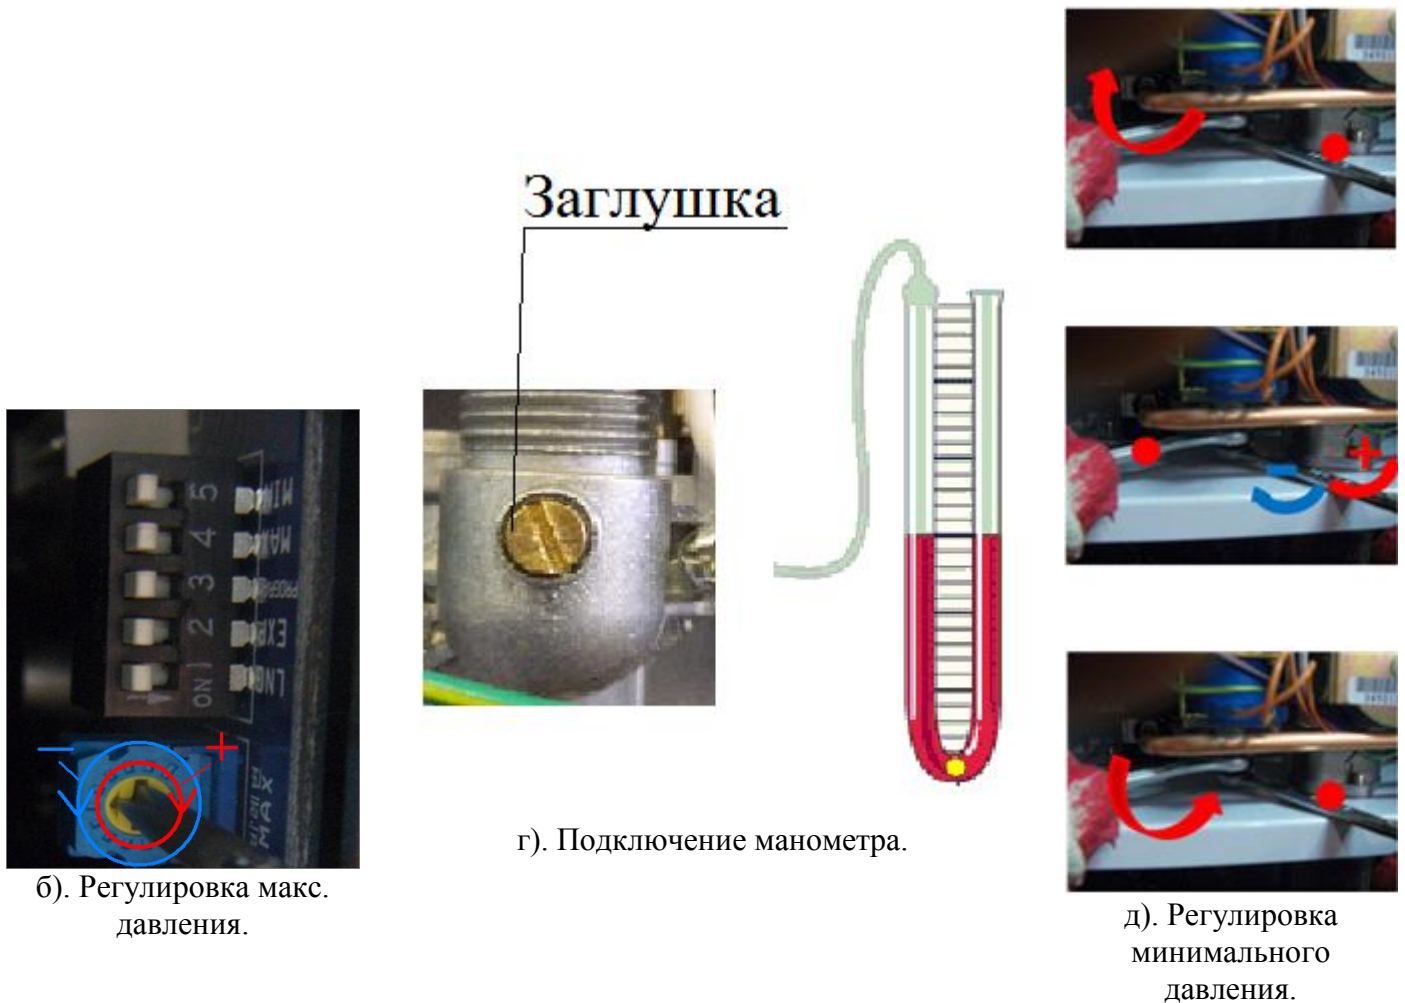

Рис. 9. Регулировка давления газа
- ✓ проверить положение регулировочного винта (см. Рис. 9а, стр. 28). Направление стрелки на регулировочном винте должно быть направлено влево.
- ✓ перевести переключатель 5 на плате электронной в положение “ON” (см. Рис. 9а, стр. 28);
- ✓ подсоединить U-образный манометр для измерения давления газа к штуцеру клапана газового, выкрутив предварительно заглушку (см. Рис. 9г, стр. 28)
- ✓ отпустить фиксирующую гайку, удерживая натяжной болт (см. Рис. 9в, стр. 28);
- ✓ установить значения давления газа в соответствии с таблицей 3 (см. Рис. 9д, стр. 28), поворачивая натяжной болт;
- ✓ после регулировки затянуть фиксирующую гайку (см. Рис. 9в, стр. 28).
- ✓ проверить положение переключатель 5 на плате электронной, он должен быть в положение “OFF” (см. Рис. 9а, стр. 28);
- ✓ перевести переключатель 4 на плате электронной в положение “ON” (см. Рис. 9а, стр. 28);
- ✓ установить необходимое значение давления газа в соответствии с таблицей 3, вращая регулировочный винт (см. см. Рис. 9а, стр. 28);
- ✓ отсоединить манометр и завернуть заглушку (см. Рис. 9г, стр. 28);